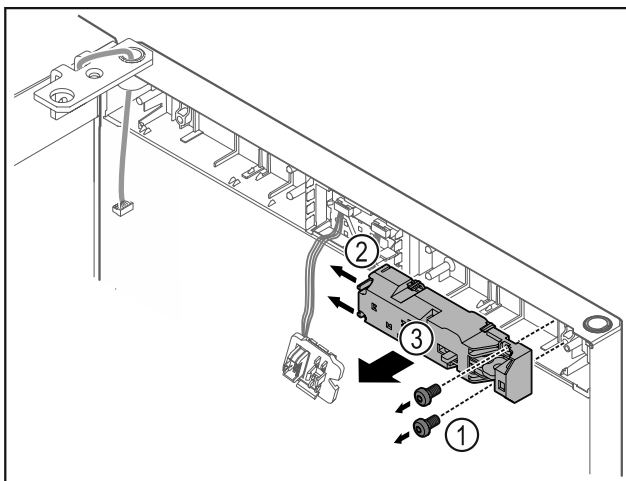

Fig. 17
- ▶ Извлеките винты Fig. 17 (1).
- ▶ Сдвиньте защелки Fig. 17 (2) в сторону и снимите замок дистанционного открытия Fig. 17 (3).